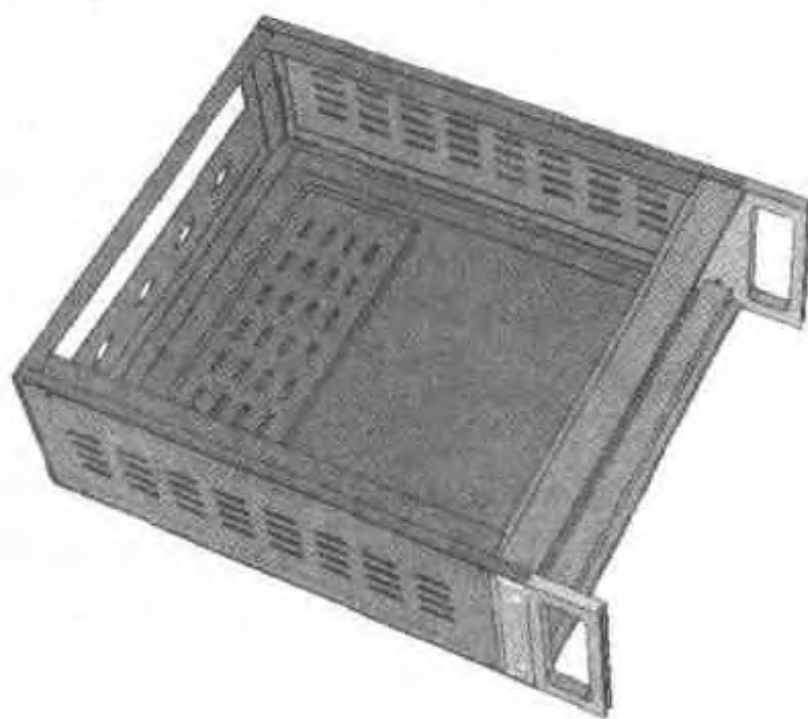

图 4.148 安装装饰条
(11) 用同样的方法在另一侧安装装饰条，结果如图 4.148 所示。